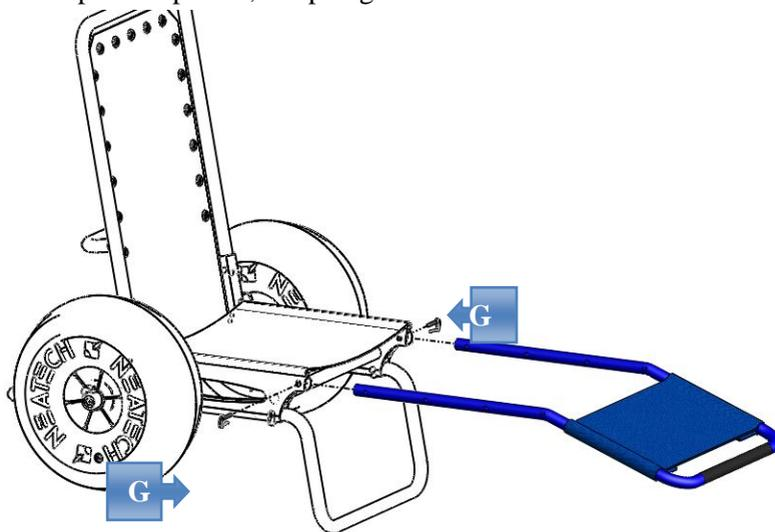

Figura 5
Insira a barra de apoio de pernas nos tubos apropriados do quadro, como mostrado na Figura 5 e fixe-a inserindo os dois clips de fixação (G). Para ajustar a barra de apoio de pernas, ver parágrafo 3.1.